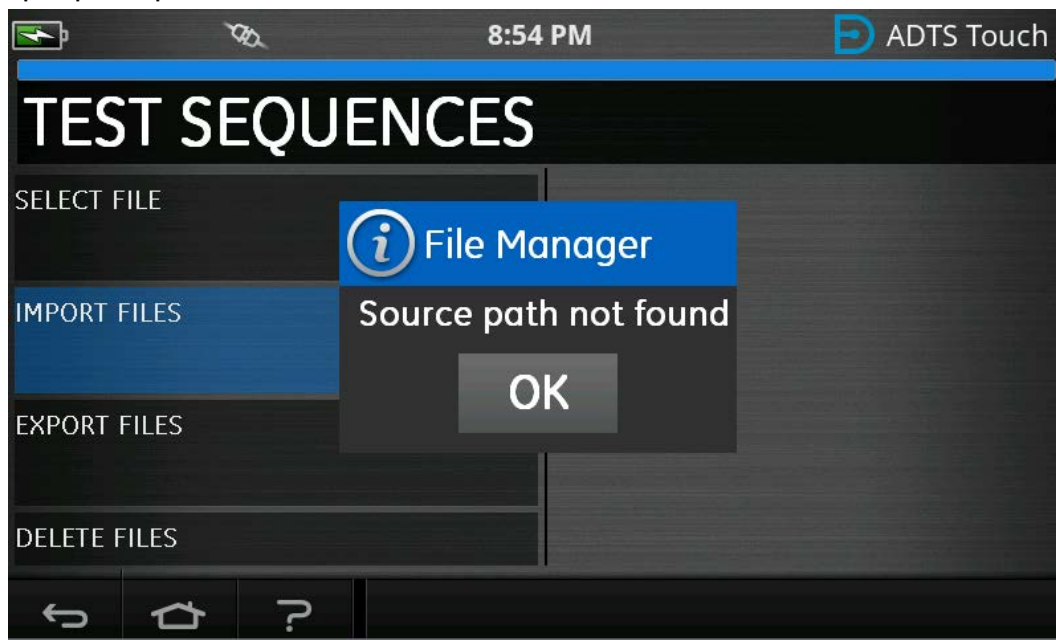

Figure 3-41 : Message d'erreur d'importation de fichier
7. Le message d'erreur sera Figure 3-41 affiché si aucun fichier de séquence de test n'est situé sur le périphérique USB.